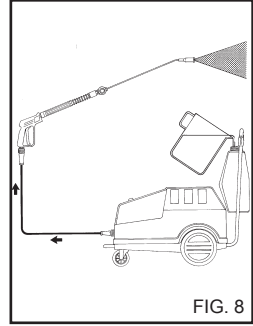

FIG. 8
- 1) После использования моющего средства сполосните под давлением контур подачи воды: включите насос на 1 минуту с полностью закрытым дозировочным краном. (fig. 8)
4) После использования моющего средства сполосните под давлением контур подачи воды: включите насос на 1 минуту с полностью закрытым дозировочным краном. (fig. 8).